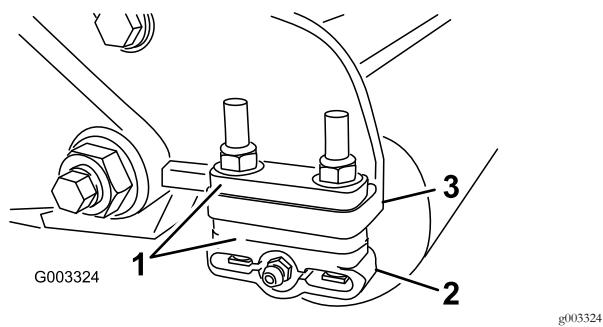

图13
- 根据剪草高度表将所需数量的隔片放在侧板安装法兰 图13 下将后滚筒支架 图13 调节到所需的剪草高度范围。